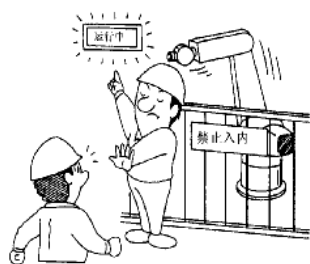

图 4-3
③. 在机器人操作运行中或者等待中，决不可进入机器人的运动范围。（如下图 4-3）